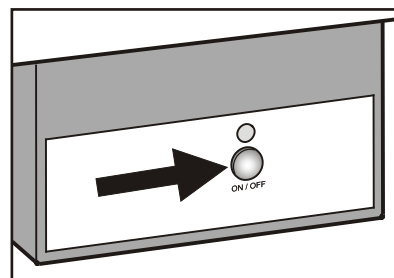

Figura 24
- Presione el botón en el alojamiento del fabricante de hielo (**Figura 24**) durante aproximadamente 3 segundos. El piloto LED encima del botón comenzará a parpadear.
*El fabricante de hielo también puede ser encendido y apagado pulsando el botón "On/Off" de la caja del fabricante de hielo durante aproximadamente 1 segundo (**Figura 24**).*